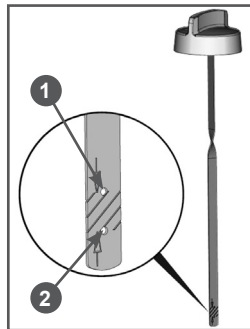

Рис. 25 Крышка-щуп маслозаливной горловины
11. Подождите 1 минуту, совместите выступы на крышке-щупе и пазы на маслозаливной горловине, установите крышку-щуп в отверстие маслозаливной горловины. Затем аккуратно вытащите щуп и осмотрите его. Уровень масла должен соответствовать верхней отметке 1 на щупе (Рис. 25).